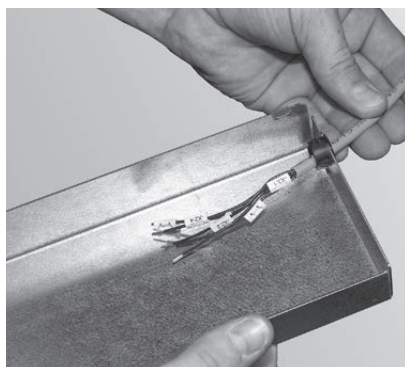
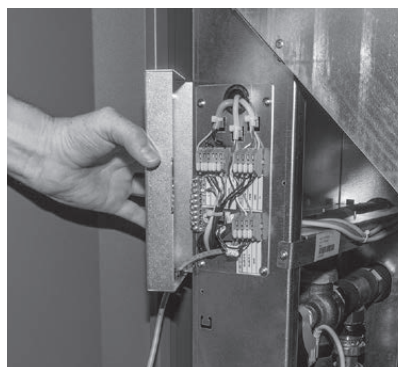
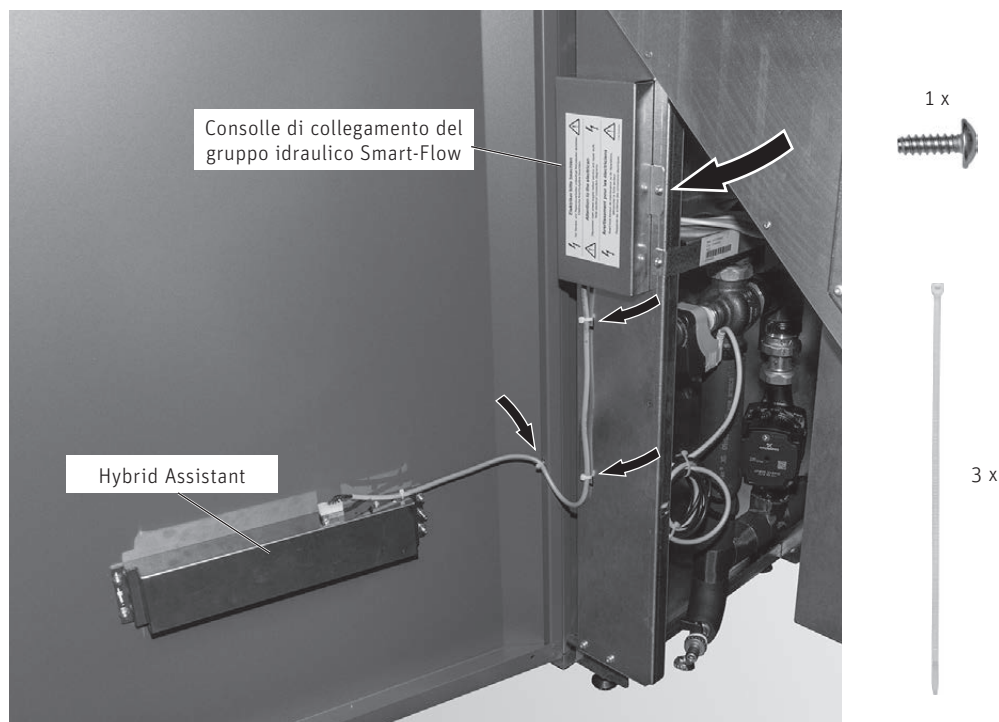

Fig. 92 Infilare il cavo dell'Hybrid Assistant nella copertura
Fig. 93 Collegare il cavo dell'Hybrid Assistant ai morsetti della consolle di collegamento del gruppo idraulico Smart-Flow
Fig. 94 Fissare il cavo con delle fascette per cavi e avvitare la copertura
- Infilare il cavo dell'Hybrid Assistant (LED sulla porta della stiva – Fig. 94) attraverso l'apertura nella copertura della consolle di collegamento del gruppo idraulico Smart-Flow (Fig. 92) e collegarlo ai morsetti della consolle di collegamento – Fig. 93. Per lo schema di collegamento elettrico vedere il punto 25. Schema di base – BioWIN 2 Hybrid a pagina 55.
- Fissare il cavo con 3 fascette per cavi, agganciare la copertura e fissarla con una vite autofilettante – Fig. 94.